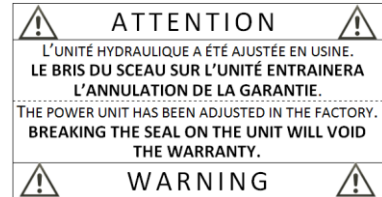

FIGURE 19 : ÉTIQUETTE ATTENTION SUR UNITÉ HYDRAULIQUE
5. ÉTIQUETTE ATTENTION SUR L'UNITÉ HYDRAULIQUE. VOIR **FIGURE 19**.